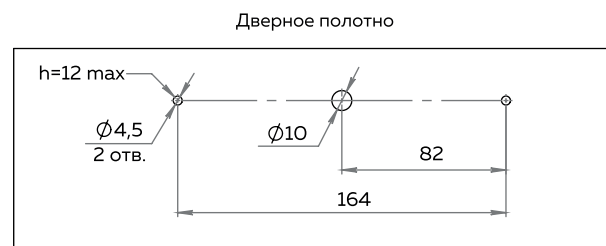

Рисунок 7
- 4 В дверном полотне подготовить отверстия для крепления ответной планки 3 (см. рис. 7).